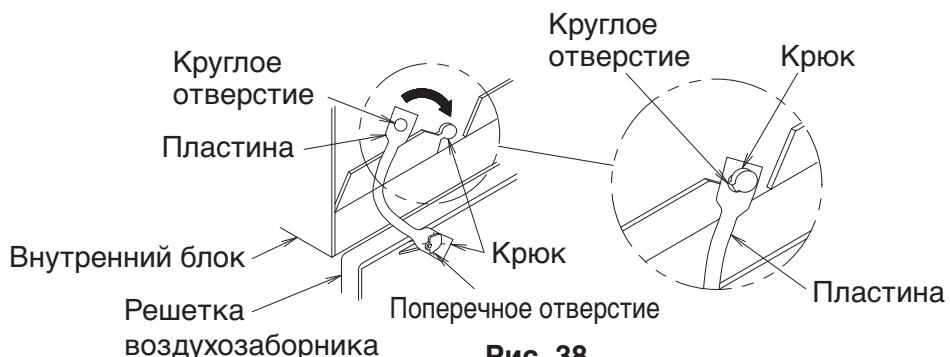

Рис. 38
- При установке решетки воздухозаборника навесьте трос решетки воздухозаборника на подвешенную часть внутреннего блока, показанную на **рис. 38**.